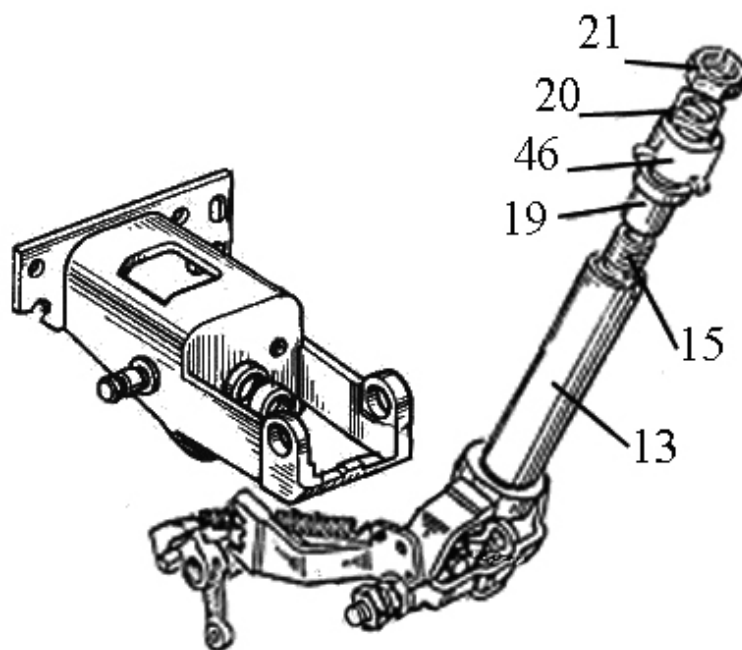

Рисунок 6.15
17) установите верхнюю втулку (19), **(рисунок 6.15)**, в трубу (13), предварительно смазав внутреннюю поверхность смазкой «Литол-24»;
18) установите на трубу (13) отбойник (46);
19) навинтите гайку (20) и контргайку (21) на резьбовой хвостовик вала (15);
20) прижмите карданное соединение к трубе (13) выбрав люфты между втулками, амортизаторами и торцами трубы;
21) завинтите гайку (20) до контакта с отбойником (46) и отвинтите ее на (0,5–1) оборота;
22) затяните контргайку (21);